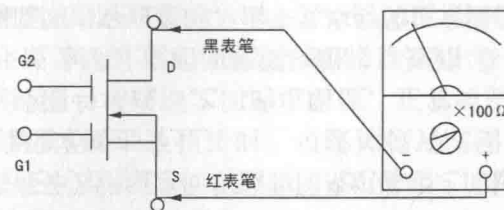

图 1-21 MOS 场效应管放大检测示意图
(2) MOS 场效应管放大能力检测（如图 1-21 所示）